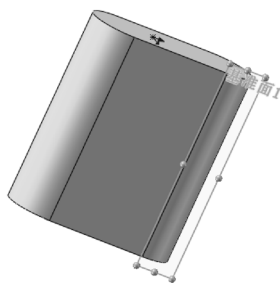

图 4-20 参照平面方式创建的基准面
3) 确认创建的基准面。单击“基准面”属性管理器中的✓(确定)按钮,则创建与圆柱体表面相切且垂直于上视基准面的基准面,如图 4-20 所示。